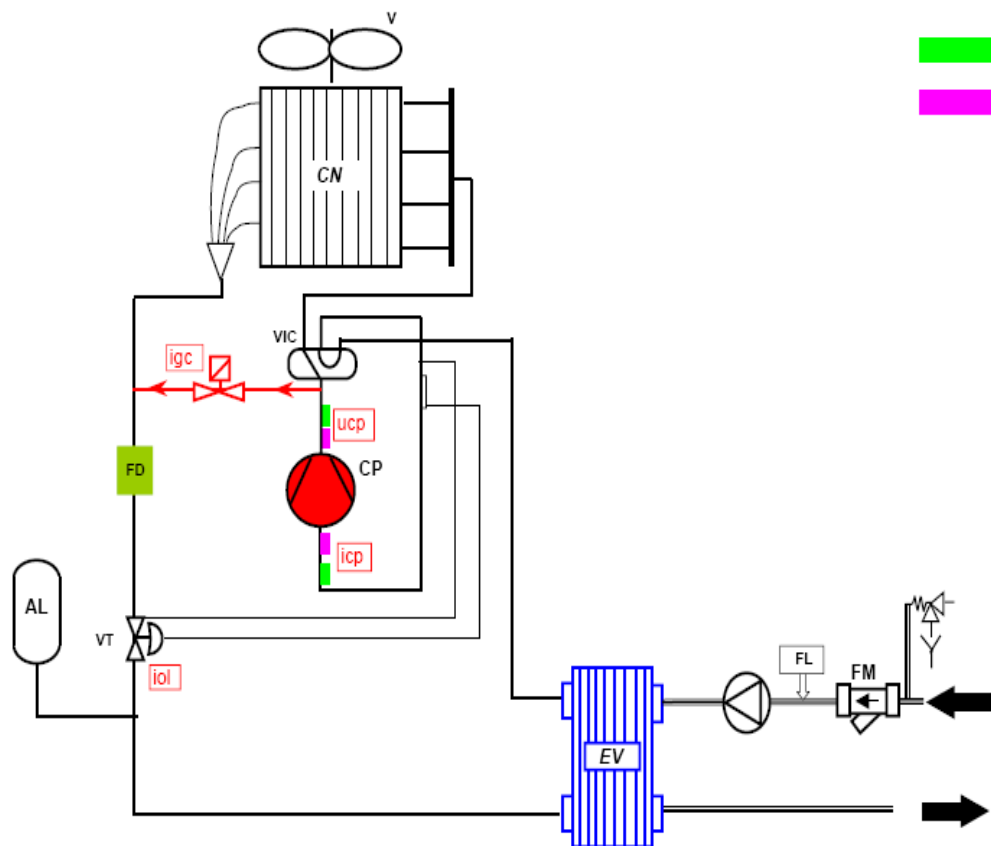

Рисунок 4 - Версия теплового насоса ANLI
- Как только плата будет освобождена от упаковки, она должна быть установлена в соответствующий паз в колодке MODU_control (Рис. 4).